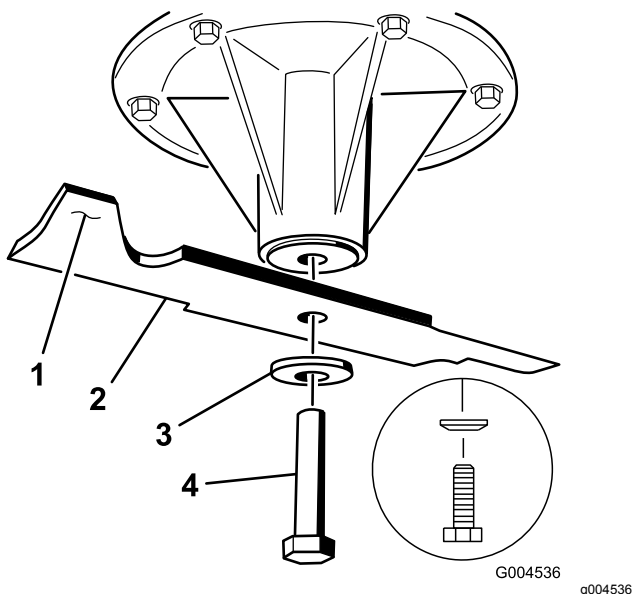

Figura 80
2. Instale a lâmina no eixo (Figura 80).
3. Instale a anilha curva e o parafuso da lâmina (Figura 80).
Nota: O cone da anilha curva deve ser montado virado para a cabeça do parafuso (Figura 80).